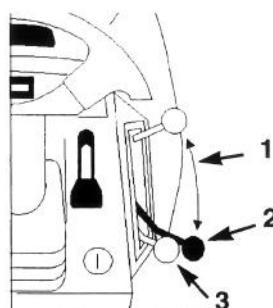

Figure 5
3. Pousser le levier de vitesses jusqu'à "N" (point mort) (Fig. 5).